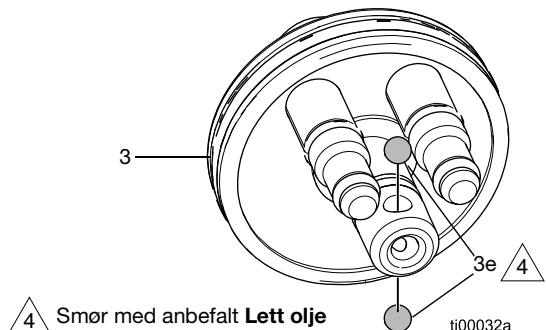

FIG. 35: Stempelkulelagers plassering
1. Sørg for at kulelagrene (3e) er på plass. Se FIG. 35.
3. Skyv stempelet (3) inn i pistolhuset.
4. Smør og installere o-ringen (9) rundt stempelet (3).
5. Monter væskefjæren (11).
6. Monter luftfjæren (16).
7. Stram stempelhetten (5) på pistolen.